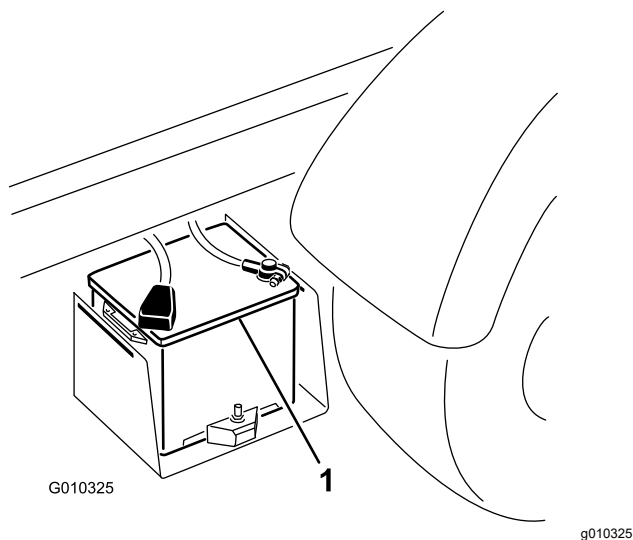

Figure 43
2. Raccordez un câble de démarrage entre les bornes positives des 2 batteries (Figure 43).